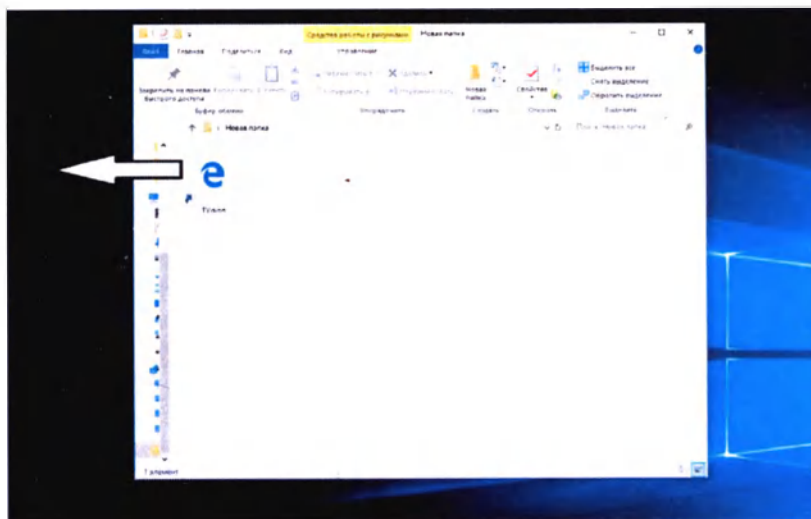

Рисунок 3. Ярлык комплекса МПО «TVision»
- 3) С USB-флэш накопителя перенесите на рабочий стол ярлык «TVision» (**Рисунок 3**)